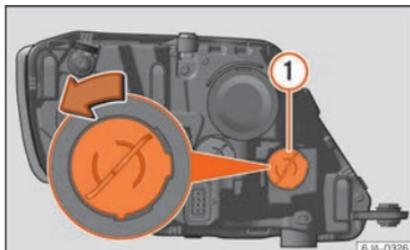

Fig. 94 Cambio de lámpara para la luz intermitente.
- Gire el portalámparas »» fig. 94 ① en sentido antihorario y retírelo.